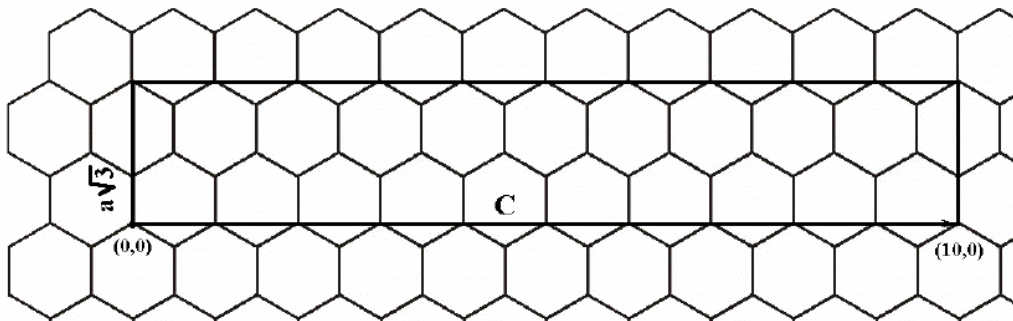

Рис. 1.2. Графеновый слой с элементарной ячейкой для зигзажной трубки (10,0).
4) Для зигзажных нанотрубок ширина ячейки (рис. 1.2) равна $a\sqrt{3} = 0.246\sqrt{3} = 0.43 \text{ нм}$. Величина вектора C равна: